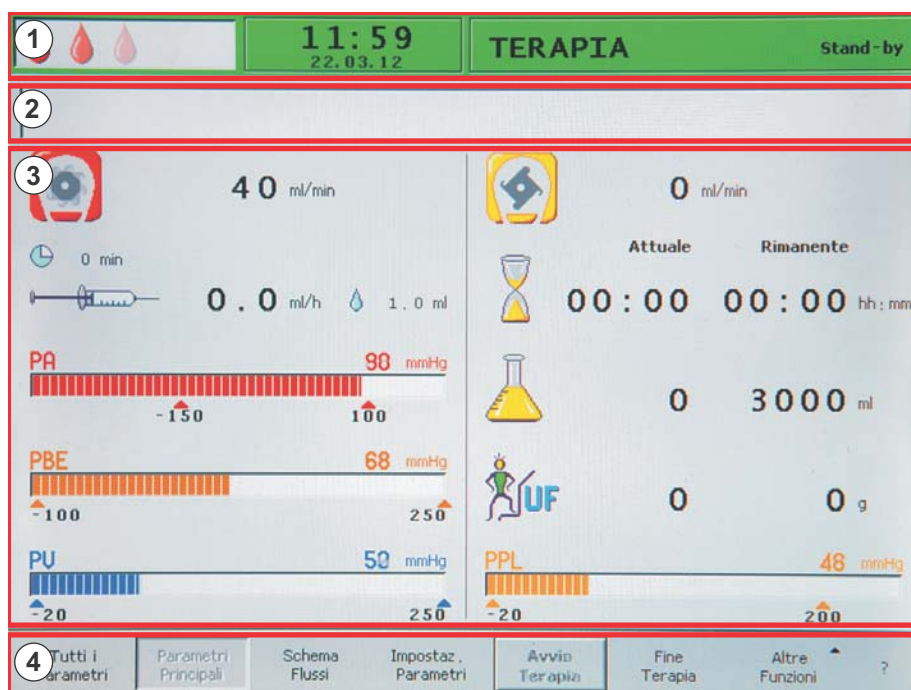

Fig. 2-10 Layout del monitor
La **barra di stato** (Fig. 2-10 , ①) indica:
In caso di allarme, il display visualizza automaticamente lo *Schema Flussi* e il relativo messaggio compare simultaneamente nel campo Allarmi/Messaggi (Fig. 2-10 , ②).